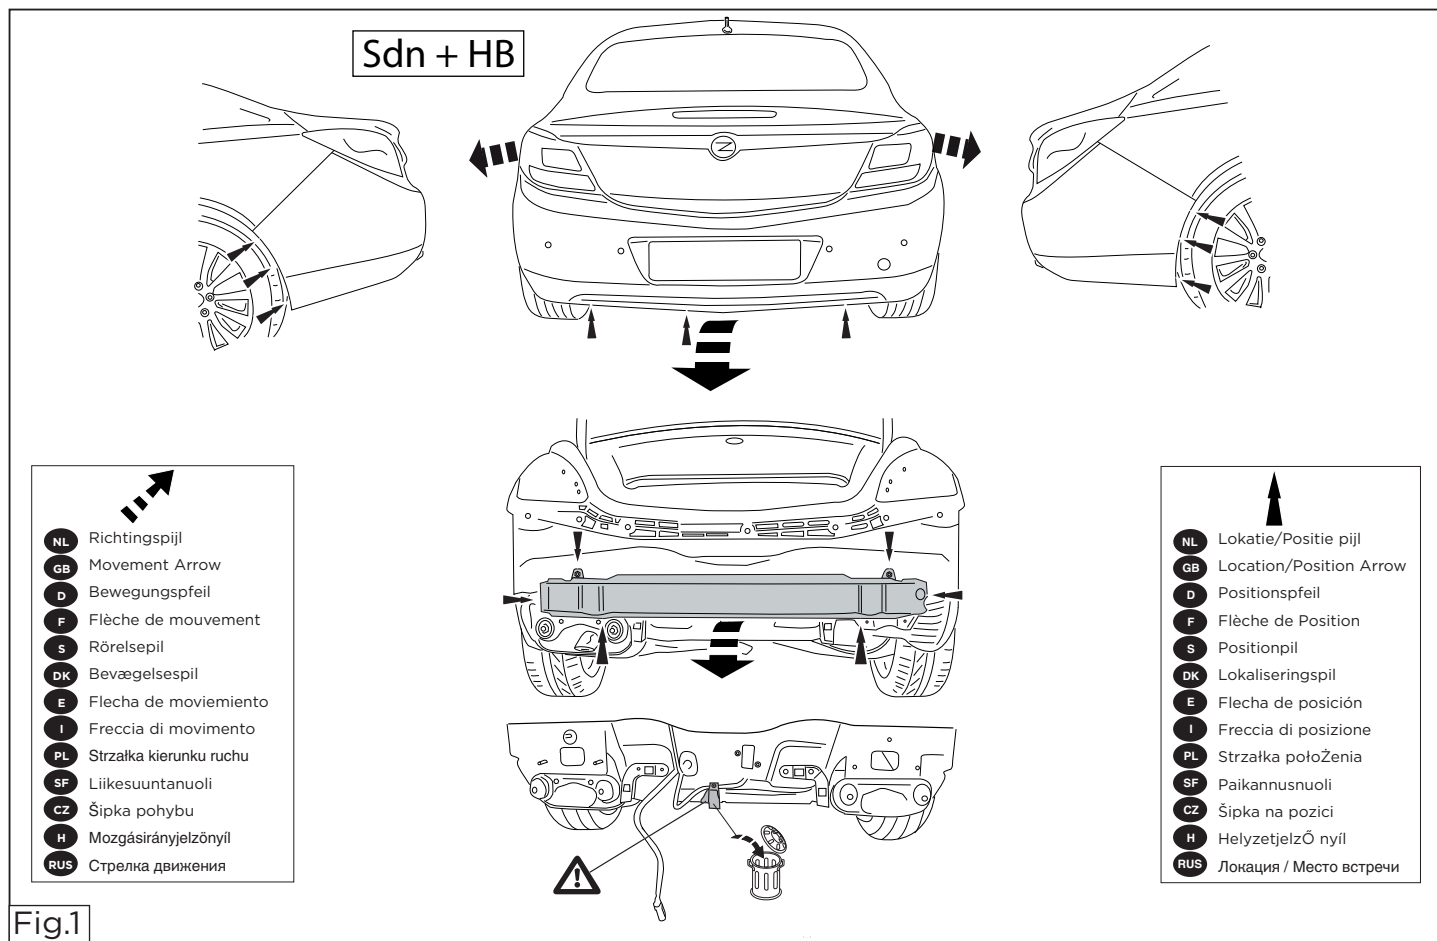

Fig.1
3. Denne bliver overflødig. Se fig. 1 + 1a.
- 3. Wykonać z zawieszania ostatni tłumik wycieczkowy: rysunek 1 + 1a.
- 2. Zdemontować z pojazdu zderzak wraz ze stalową belką zderzającą, belka zderzakowa nie będzie ponownie używana. Patrz rysunek 1 + 1a.
1. Для автомобилей Sdn + HB: Снять оба блока задних брызговики вместе со стальными брызгами автомобиля брызговики брызга больше не понадобятся. См. рисунок 1 + 1a.